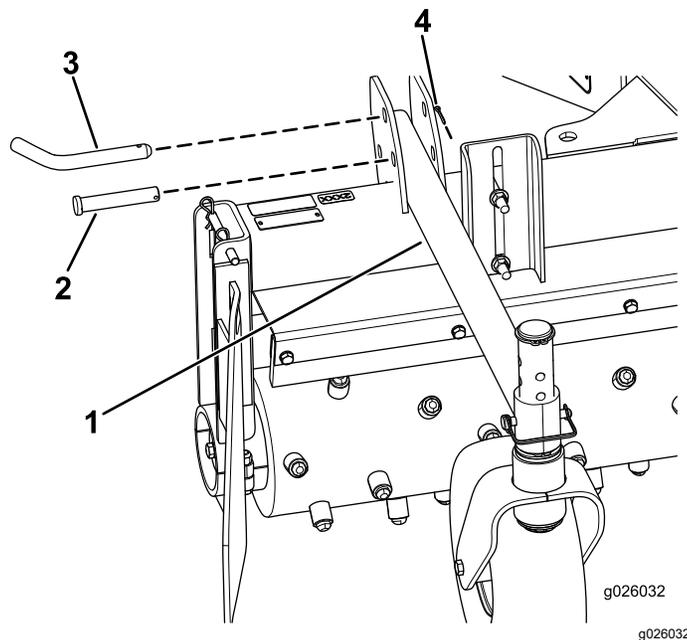

Figure 4
- Fixez les bras en place avec les goupilles d'attelage (5/8 x 3 po), les axes de chape (5/8 x 3,5 po) et les goupilles fendues (0,094 x 1 po), comme montré à la Figure 4.